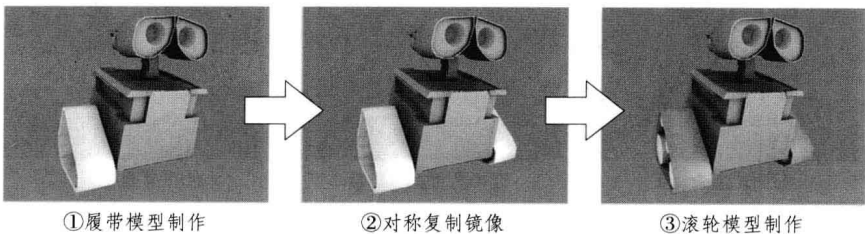

图4-13 履带模型制作流程图
《机器人瓦力》机械模型第三流程（步骤）是履带模型，制作又分为 3 个流程：①履带模型制作、②对称复制镜像、③滚轮模型制作，见图 4-13。